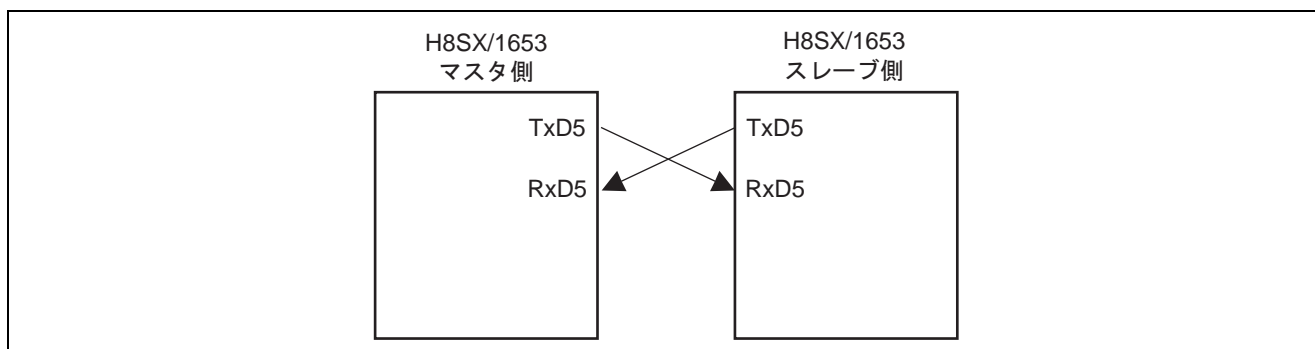

図 1 TMR クロック入力調歩同期式通信
- 図 1 に示すように、H8SX/1653 の SCI\_5 を接続します。